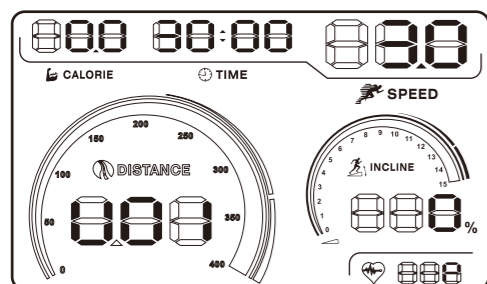

图43
2. 连续按下面板上Training Prog键 ，直至屏幕上出现U01字样，时间窗口闪烁，默认时间为30分钟，您可以通过SPEED（速度）的+（增加）/-（减少）键调整时间。（图43所示）。